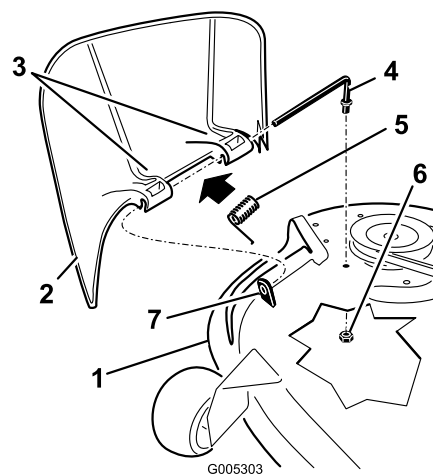

Figure 46
1. Repérez les éléments illustrés dans la Figure 46.
2. Retirez l'écrou (3/8 pouce) de la tige, sous le plateau de coupe (Figure 46).
3. Sortez la tige de la courte cheville de positionnement, du ressort et du déflecteur d'herbe (Figure 46). Enlevez le déflecteur s'il est endommagé ou usé.
4. Remettez en place le déflecteur d'herbe (Figure 46)
6. Placez le ressort sur la tige, les fils d'extrémité dirigés vers le bas, entre les supports du déflecteur d'herbe. Insérez la tige dans le deuxième support du déflecteur d'herbe (Figure 46).
7. Insérez la tige à l'avant du déflecteur dans la courte cheville de positionnement sur le plateau. Fixez l'extrémité arrière de la tige dans le plateau de coupe à l'aide d'un écrou (3/8 pouce) (Figure 46).